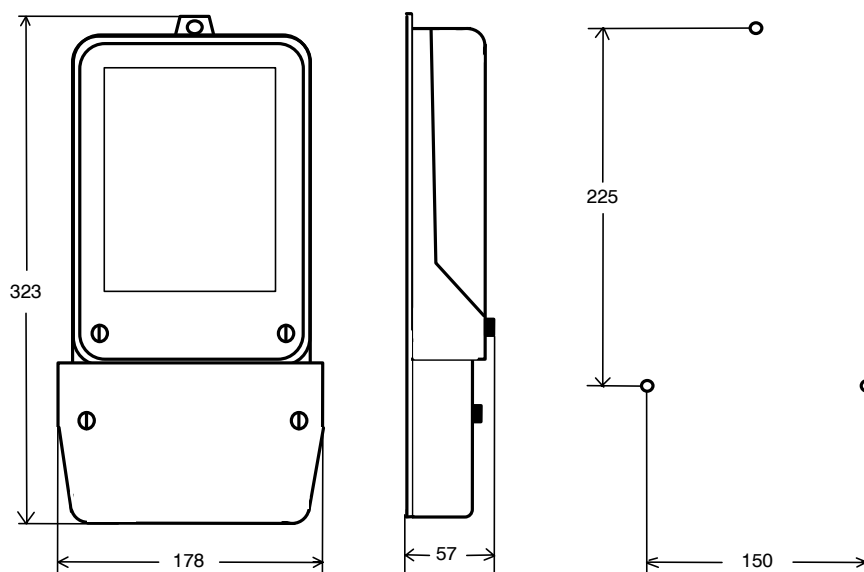

Рис.3.
4.3. Счетчик крепится тремя шурупами. Габаритные размеры счетчика и расстояния между точками крепления показаны на рис. 3.